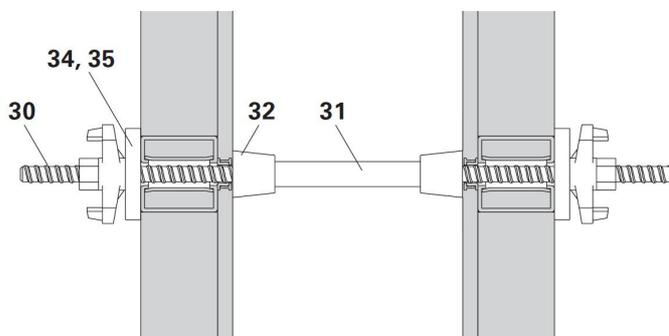

Рис. 13
- Тяж DW 20 (30)
- Дистанционная трубка (31)
- Пластмассовый конус DK (32)
- Плита DW 20 (34)
- Гайка-барашек DW 20 (35)
- (Рис. 13)